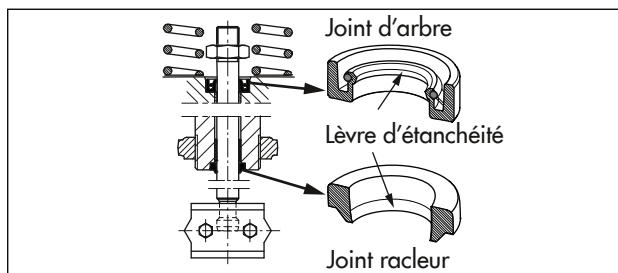

Fig. 14 : Alignement du joint d'arbre et du joint racleur
d'arbre, cf. Fig. 14.
6. Monter le joint d'arbre à l'aide d'un outil adapté. Ce faisant, veiller à aligner correctement le joint d'arbre, cf. Fig. 14.